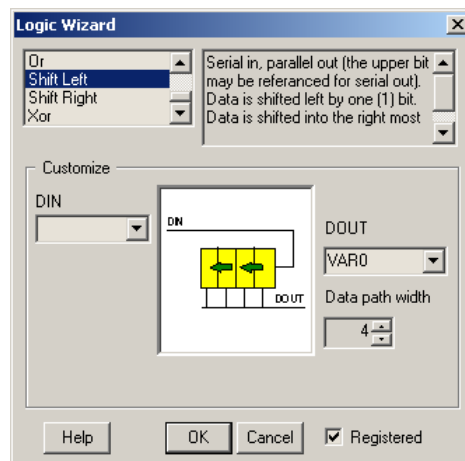

Figura 9.10. Fereastra de dialog *Logic Wizard*.
3. Se selectează tipul circuitului care trebuie adăugat din lista afișată în partea din stânga sus a ferestrei. Conținutul ferestrei se va actualiza în funcție de circuitul selectat. Astfel, în zona centrală a ferestrei se afișează simbolul grafic al circuitului selectat, iar în partea din dreapta sus a ferestrei se afișează descrierea textuală a circuitului. Figura 9.10 ilustrează fereastra *Logic Wizard* în care s-a selectat un registru de deplasare la stânga (circuitul *Shift Left*).
4. În partea din stânga simbolului grafic al circuitului se completează numele semnalului sau al semnalelor de intrare ale circuitului. În Figura 9.10, numele semnalului de intrare se introduce în câmpul *DIN*.
5. În partea din dreapta simbolului grafic al circuitului se completează numele semnalului de ieșire al circuitului. În Figura 9.10, numele semnalului de ieșire se introduce în câmpul *DOUT*.